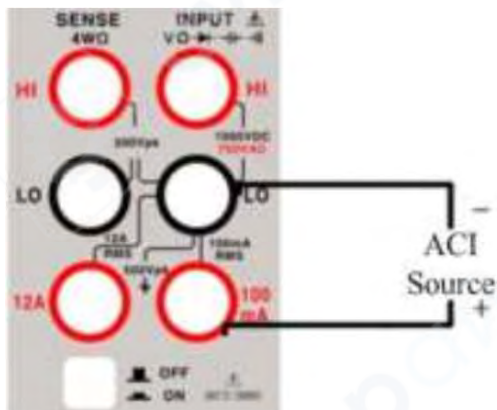
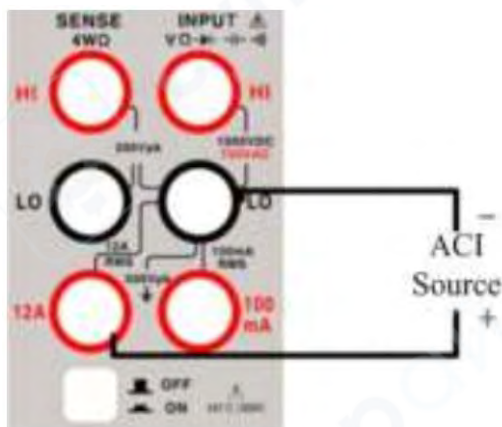

Рисунок 2.2.3 Метод подключения тестовых разъемов для низкого тока
Рисунок 2.2.4 Метод подключения тестовых разъемов для высокого тока
2. Выберите разные тестовые разъемы в зависимости от уровня измерения. Для тока до 200мА включительно используйте рисунок 2.2.3, и подключите красный и черный измерительные провода к соответствующим входным разъемам. Для тока от 200мА до 10А используйте рисунок 2.2.4.